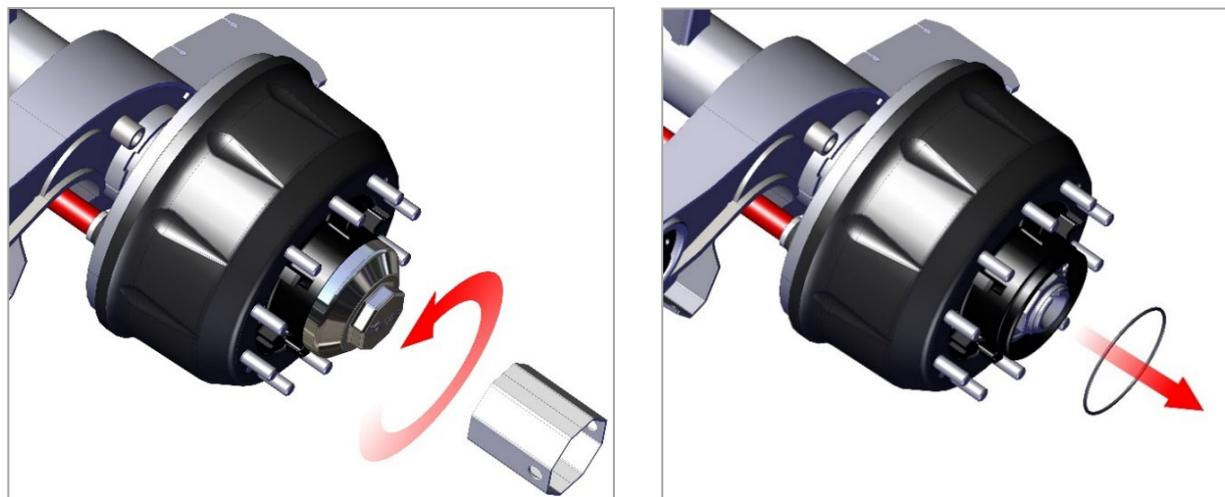

Рис. 9. Снятие крышки ступицы.
1) Отверните специальным ключом крышку ступицы, убедитесь, что резиновое уплотнительное кольцо не повреждено (рис. 9).